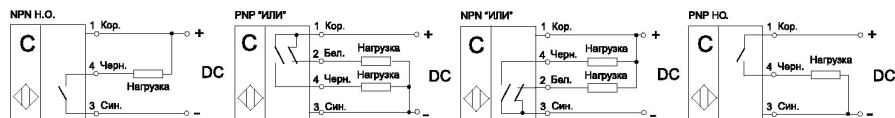

Рисунок 2 – Схемы подключения
3.3 Выключатели включаются в электрическую цепь по 3-х или 4-х проводной схеме (Рис. 2). Соответствие выводов и схема подключения указаны в маркировке выключателя.